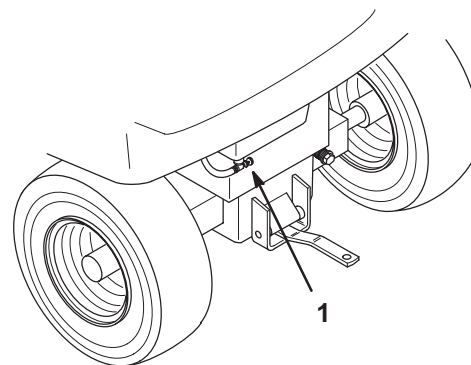

Figure 40
3. Fermez le robinet d'arrivée d'essence sur le réservoir (Fig. 40 et 41).
2. Fermez le robinet d'arrivée d'essence sur le réservoir (Fig. 40 et 41).
7. Ouvrez le robinet d'arrivée de carburant sur le réservoir (Fig. 40 et 41).